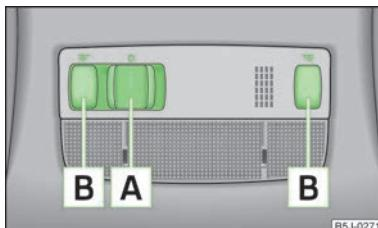

Fig. 27
- Pulsar el interruptor » fig. 27 hacia el centro de la lámpara; se visualizará el símbolo .
- Pulsar el interruptor » fig. 27 hacia el borde de la lámpara; se visualizará el símbolo .
- Pulsar el comutador » fig. 27 a la posición central 0.
- Pulsar el comutador » fig. 27 para conectar y desconectar la lamparita de lectura izquierda o derecha.